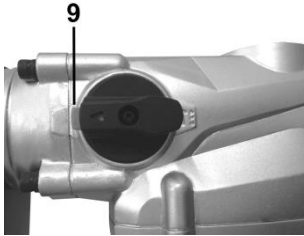
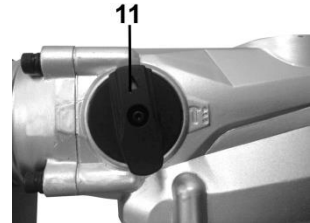

Рисунок 2-1
Рисунок 2-3
- Ударний режим (режим довбання) - перемикач (4) в положенні  (положення (9), рисунок 2-1).
- Виріб також має функцію зміни і фіксації положення площини зубила (штрабника) (положення (11), рисунок 2-3) при подальшому перемиканні в положення «Ударний режим» (положення (9), рисунок 2-1).
- Встановити перемикач **(4)** в положення **(11)**, рисунок 2-3 (в цьому положенні перемикач не фіксується).
- Встановити перемикач **(4)** в положення **(9)**, рисунок 2-1 (ударний режим). У цьому положенні відбувається фіксація кута нахилу встановленої насадки.